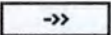

Рис. 11-27. Вкладка шаблонов отчетов
Отобразится вкладка *Report templates* (Шаблоны отчетов) (Рис. 11-27).
1. В поле *Available templates* (Доступные шаблоны) (слева) выберите шаблон для удаления (Рис. 11-27).
Отобразится вкладка *Report templates* (Шаблоны отчетов) (Рис. 11-27 на стр. 11-48).